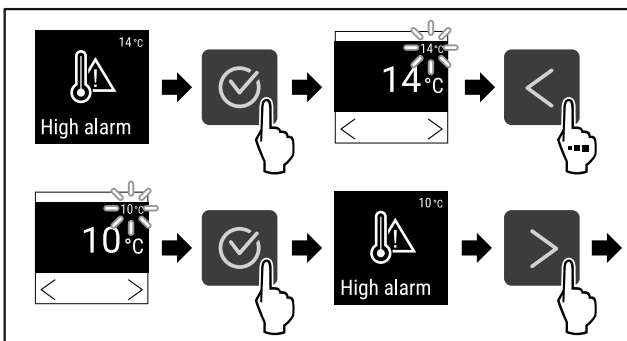

Fig. 114
- ▷ Hajtsa végre a művelet lépéseit (lásd Fig. 114).